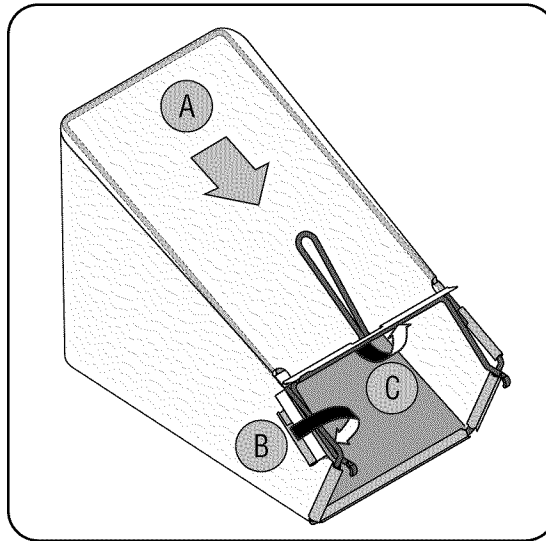

Figura 3-5
- b. Deslice el canal plástico de la bolsa sobre los ganchos en el marco. Vea la Figura 3-5. Todos los canales plásticos excepto el ubicado en la parte superior central de la bolsa se unen desde el exterior de la bolsa.